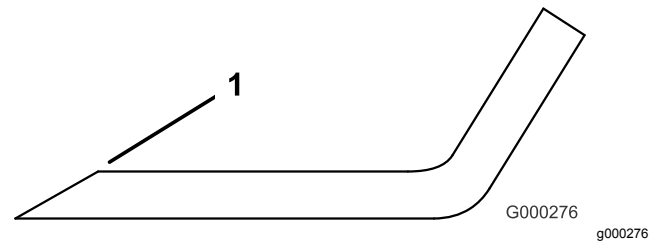

Figure 102
1. Au moyen d'une lime, aiguissez les tranchants à chaque bout de la lame (Figure 102). Veillez à conserver l'angle de coupe d'origine. Limez la même quantité de métal sur chacun des deux tranchants pour ne pas déséquilibrer la lame.